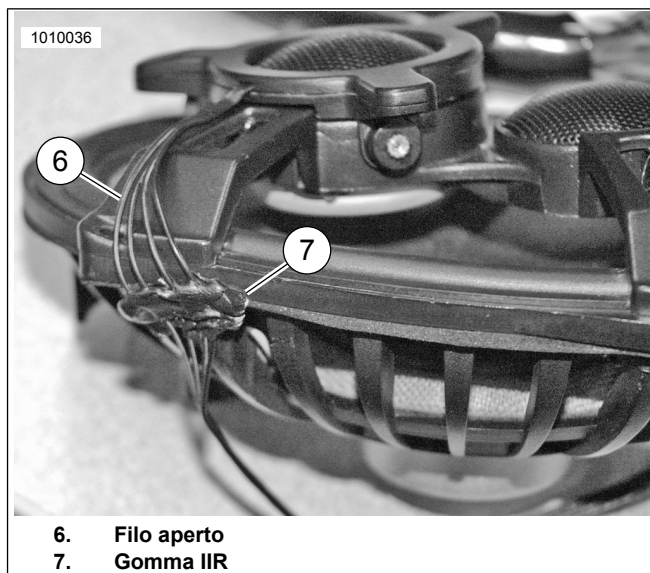
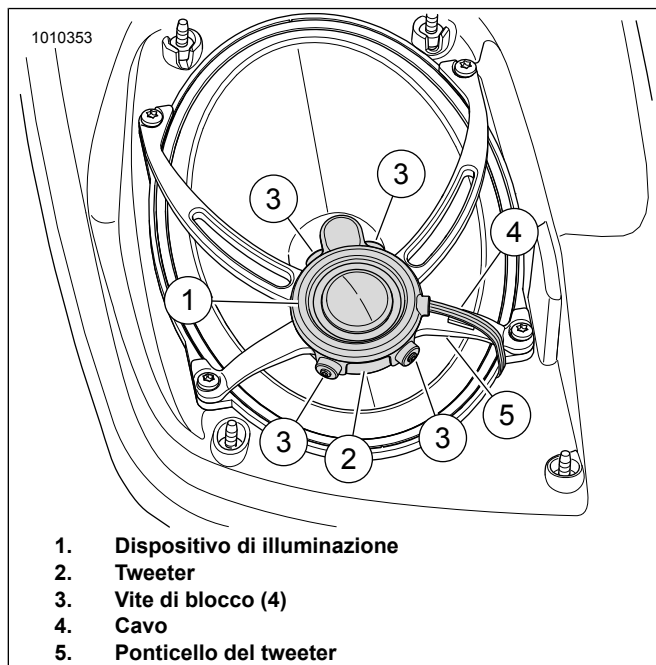
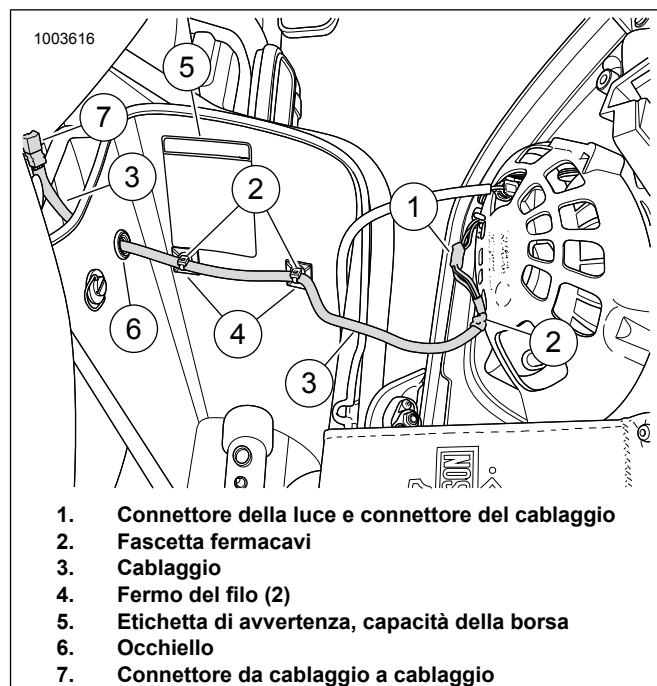

Figura 22. Gomma IIR
Figura 23. Installazione dell'altoparlante
Figura 24. Disposizione dei fili della borsa
14. Disporre il cavo (4) lungo la gamba del ponticello del tweeter (5). Usando il nastro del kit, tagliarne una quantità sufficiente per fissare il cavo sul retro del ponticello del tweeter. Individuare l'area vicino al dispositivo di illuminazione dove i fili sono separati individualmente. Vedere la figura 22. Verificare che l'area di divisione dei fili (6) si trovi sulla guarnizione dell'altoparlante. Collocare una piccola quantità (una punta) di striscia di gomma IIR (7) fili aperti nell'area della guarnizione. Vedere la figura 24. Fissare il cavo al retro dell'altoparlante con una fascetta fermacavi (2).
15. Vedere la figura 24. Far scorrere l'occhiello (6) di circa 11 cm (4-1/2 in) dall'estremità del cablaggio (3). In questo modo ne rimarranno circa 11 cm (4-1/2 in) al di fuori della borsa, dopo aver installato l'occhiello.
16. Installare il cablaggio (3) con l'occhiello (6). Far scorrere il connettore del dispositivo di illuminazione dall'esterno della borsa verso l'interno. L'estremità rastremata dell'occhiello (6) è rivolta verso la borsa. Premere l'occhiello (6) nel foro iniziando da un lato rastremato dell'occhiello. Se installato correttamente, la parte esterna dell'occhiello deve essere appoggiata alla parte esterna della borsa. Premere intorno al perimetro dell'occhiello per posizionarlo.
17. Vedere la figura 23. Posizionare il tweeter (2) verso la parte anteriore della borsa, come mostrato. Verificare che la gomma IIR sia tra l'area dei fili aperti e la sede della borsa. Deve racchiudere i fili e sigillare il cono dell'altoparlante sulla sede della borsa per impedire infiltrazioni d'acqua. Collegare l'altoparlante al cablaggio e fissare l'altoparlante con le viti rimosse in precedenza. Serrare in sequenza alternata le viti a:
18. Vedere la figura 24. Unire i connettori (1) dal dispositivo di illuminazione al cablaggio. Fissare il cablaggio all'altoparlante vicino alla connessione con la fascetta fermacavi (2).